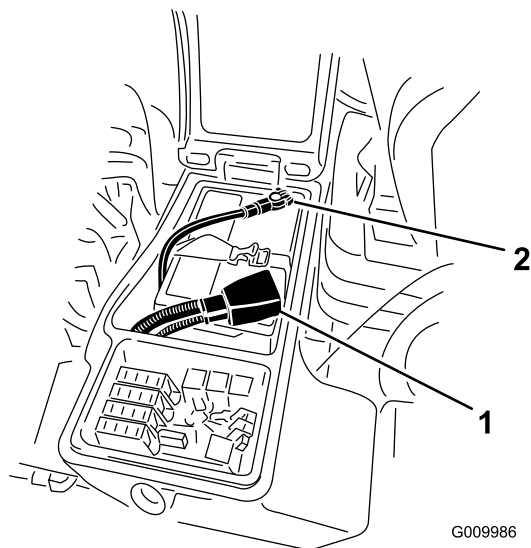

图50
6. 将正极红色接线连接到正极 (+) 电池端子负极黑色接线连接到负极 (-) 电池端子图50。